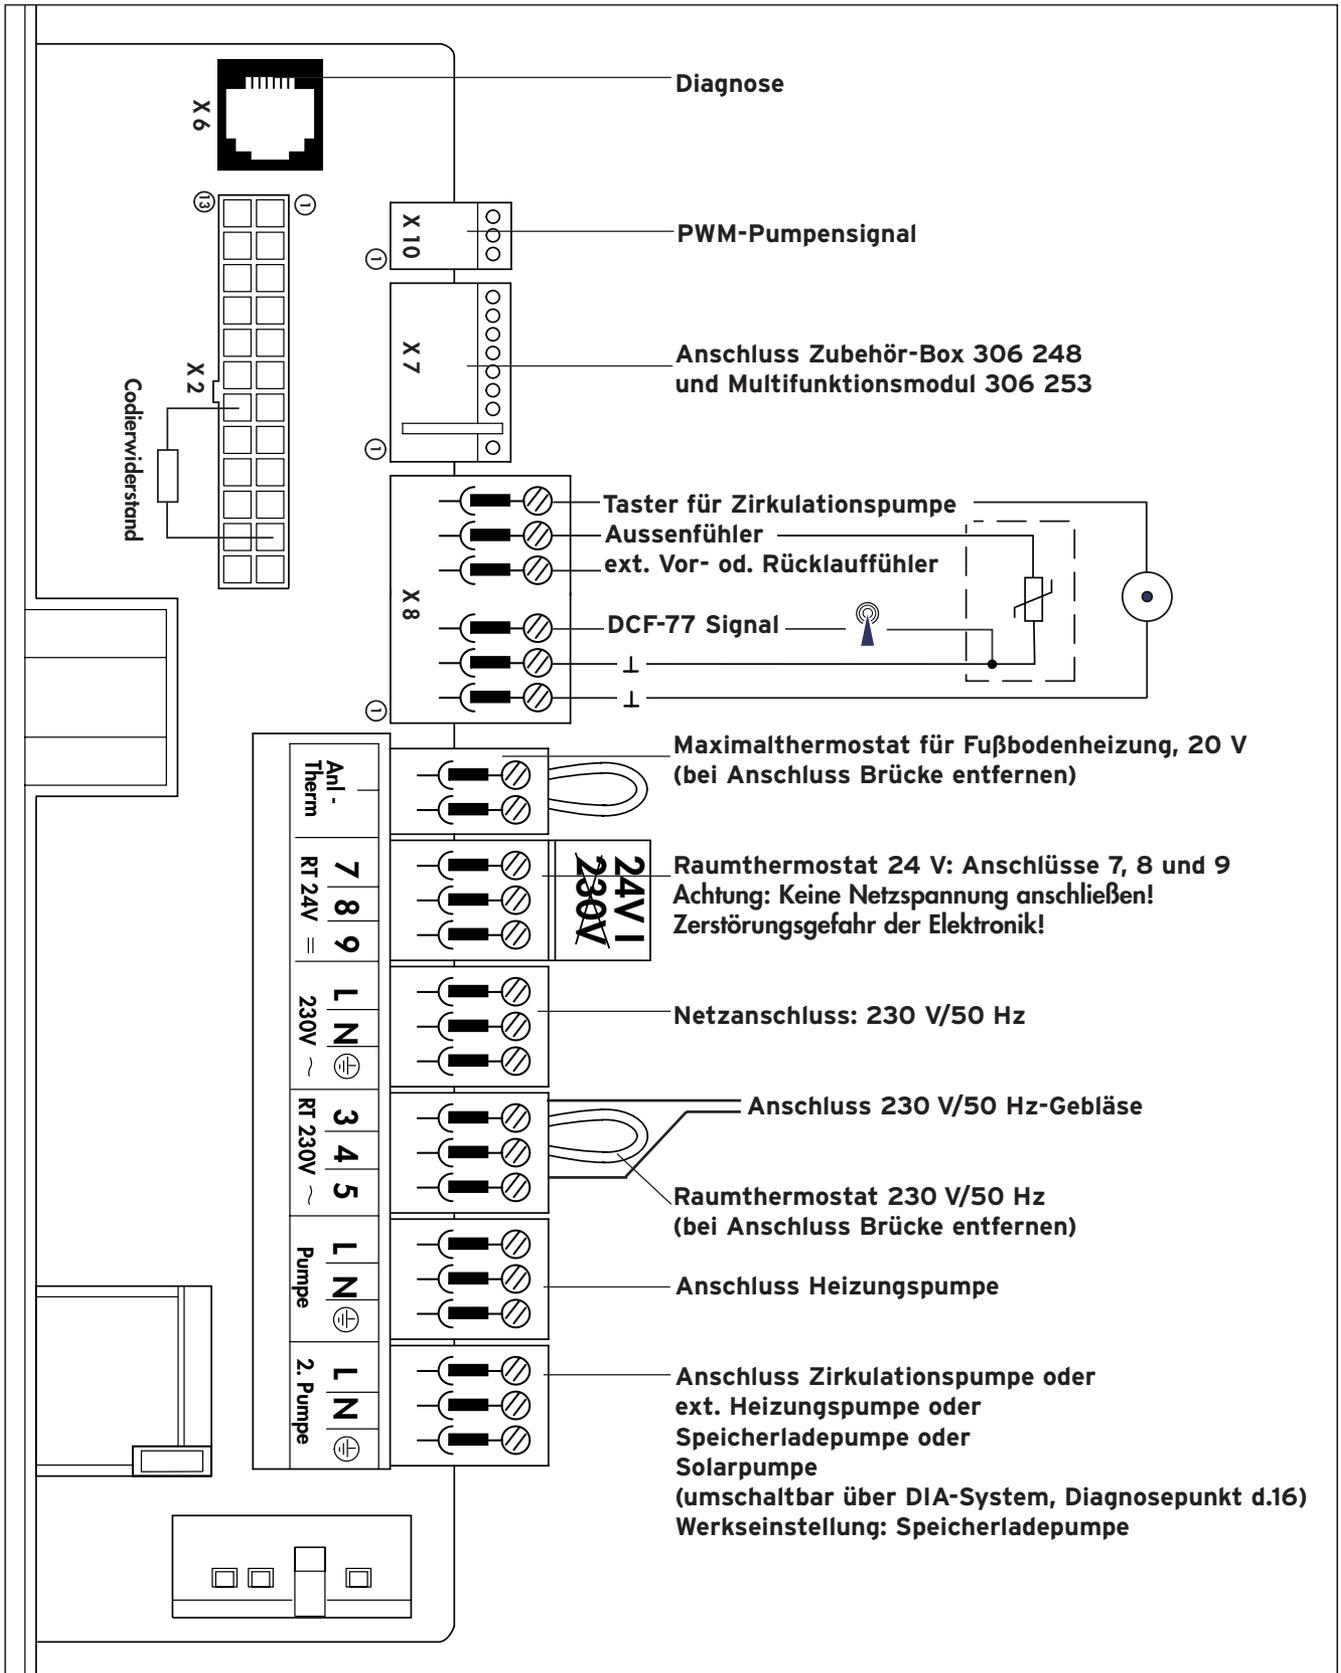

Abb. 4.18 Anschlussplan ecoTEC exclusiv VC 466-E
- Führen Sie anschließend die Anschlussleitungen (5) in die Elektronikbox ein und längen Sie die Leitungen ab (s. Abb. 4.18).